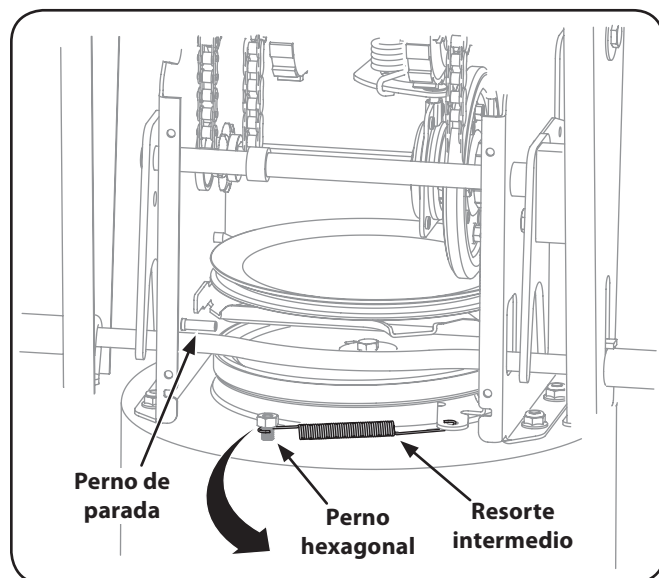

Figura 7-4
- Desenganche el resorte intermedio del perno hexagonal en la caja de la barrena. Vea la Figura 7-4.
- Retire hacia atrás el perno de parada hasta que la ménsula de soporte se apoye sobre la polea de la barrena. Vea la Figura 7-4.